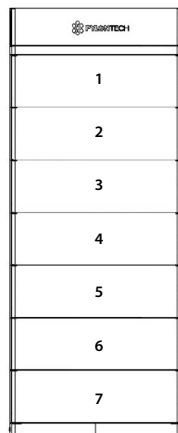

Fig. 2.5 - Moduli
- Ogni LED (da 1 a 7) rappresenta un singolo modulo batteria dal numero 1 (il primo sotto al modulo di controllo) al numero 7 (posto alla base), come mostrato in Fig. 2.5.